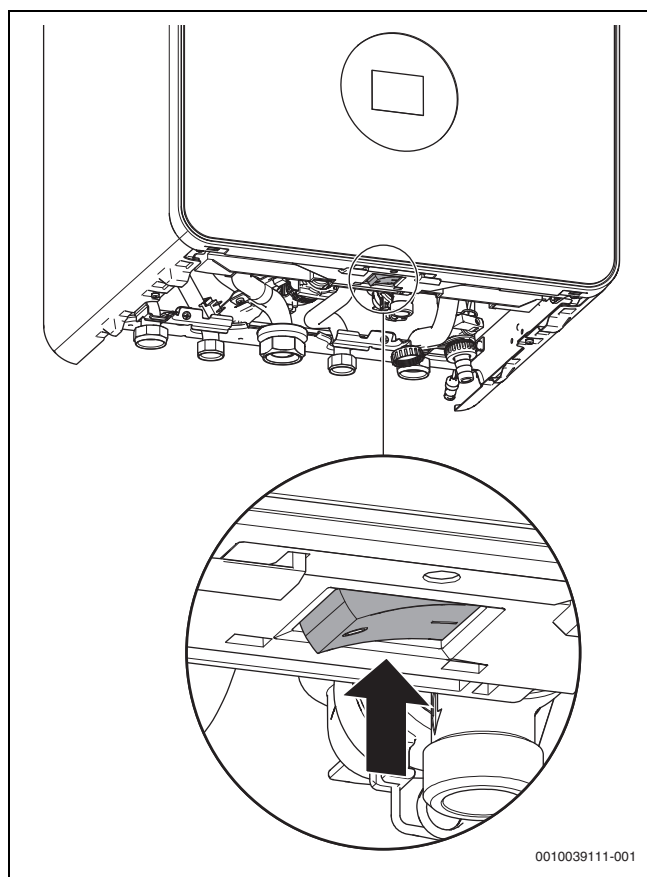

Fig. 1 Interrupteur Marche/Arrêt
► Arrêter l'appareil avec l'interrupteur Marche/Arrêt (→ fig. 1).